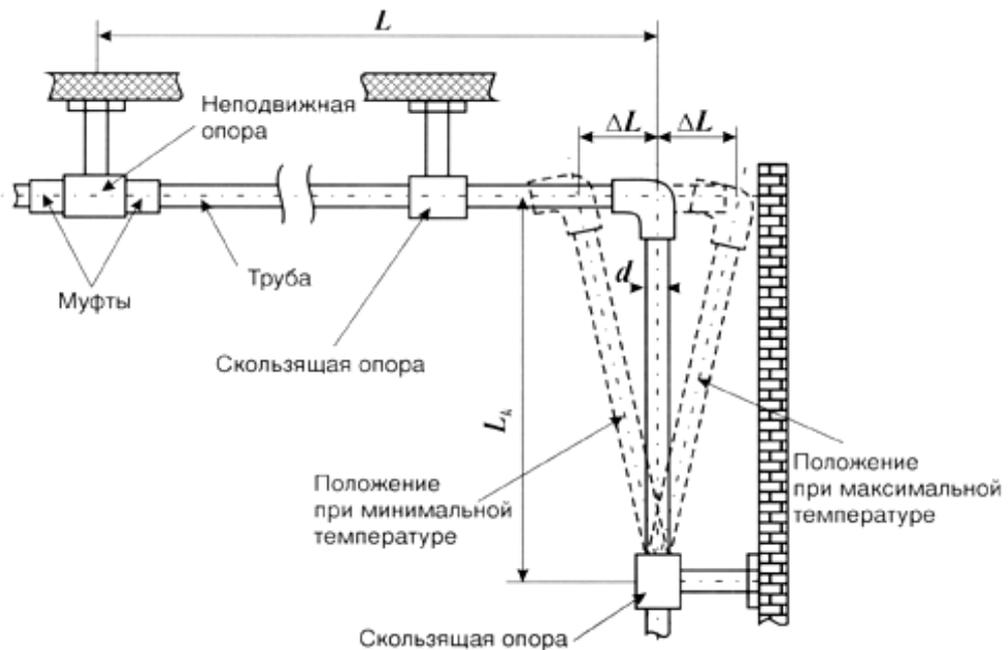

Рисунок 1: Угловой метод компенсации.
- способом углового расширения (рис.1)